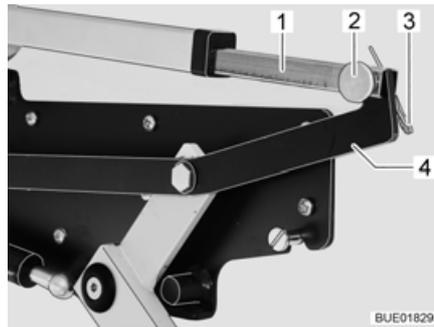

Fig. 123 Accionamiento para cama elevada
- Separar la unión entre la barra de empuje (Fig. 123,1) y la palanca (Fig. 123,4). Para ello, extraer la clavija hendida (Fig. 123,3) y el pasador (Fig. 123,2).